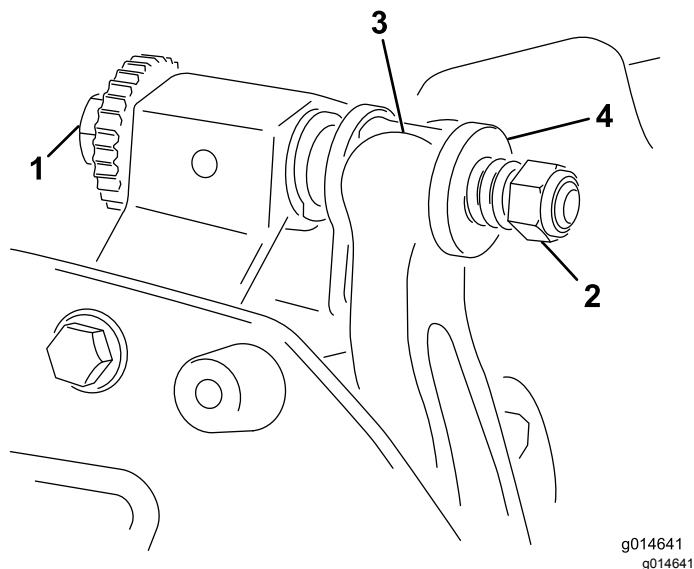

Figure 18
1. Tournez la vis de réglage de la barre d'appui dans le sens antihoraire pour éloigner la contre-lame du cylindre (Figure 18).
2. Faites sortir l'écrou de tension du ressort jusqu'à ce que la rondelle ne soit plus tendue contre la barre d'appui (Figure 18).